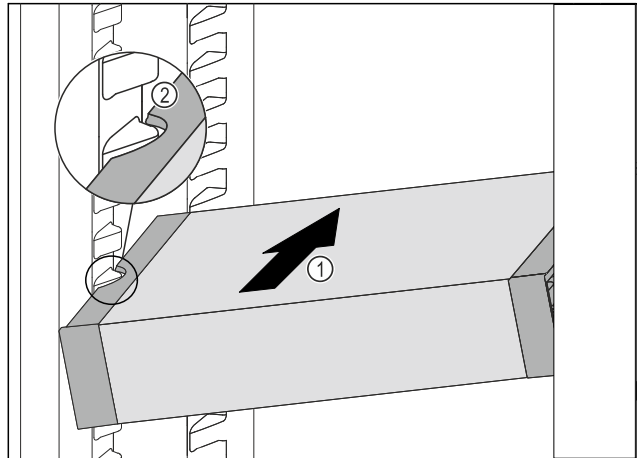

Fig. 107
- VarioSafe schräg in das Kühlteil einschieben Fig. 107 (1), bis sich die seitlichen Aussparungen Fig. 107 (2) des VarioSafe auf Höhe der Behälterrippe im Kühlteil befinden.